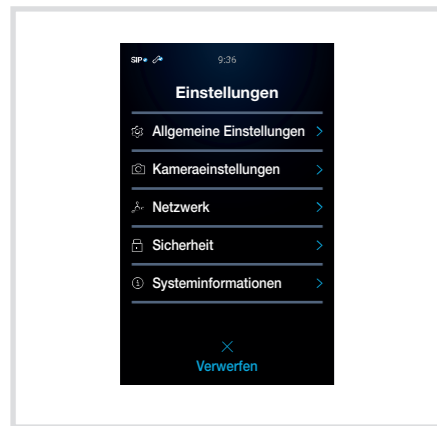

Bild 33: Einstellungen Konfigurations-Karte
Die **Einstellungen** (Bild 33) erscheinen auf dem Touch-Display.
- zu ändernde Einstellung auf dem Touch-Display wählen (Bild 33) und den Anweisungen auf dem Display folgen.